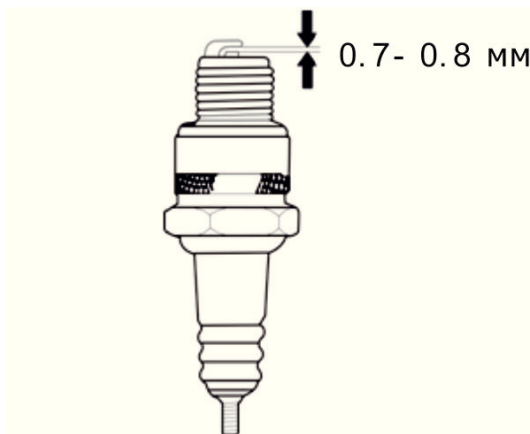

Рис. 13
5. Проверьте зазор между электродами свечи зажигания. Он должен составлять 0.7-0.8мм (рис. 13). При необходимости отрегулируйте зазор.